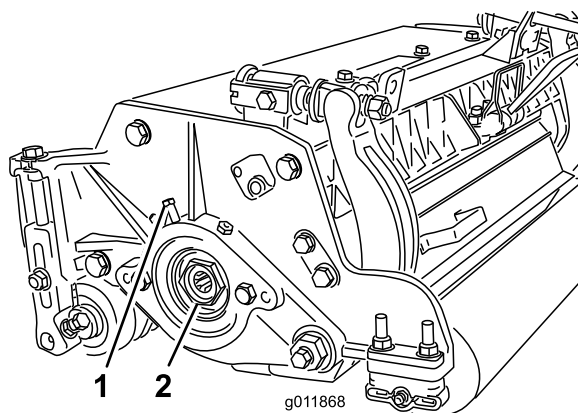

Figura 28
- A. Allentate la vite a testa cilindrica esterna che fissa il dado di regolazione del cuscinetto all'alloggiamento del cuscinetto situato sul lato sinistro dell'apparato di taglio (Figura 28).